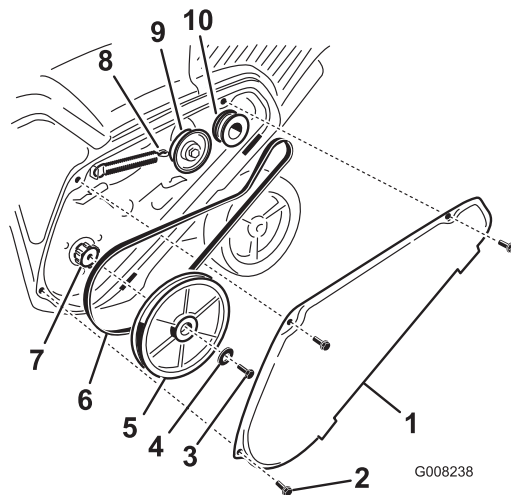

Figure 37
1. Enlevez le couvercle de la courroie d'entraînement après avoir retiré les 3 boulons comme montré à la Figure 37.
2. Débranchez le ressort de frein du bras de la poulie de tension pour détendre la courroie (Figure 37).
3. Enlevez la vis et la rondelle bombée qui retiennent la poulie de rotor (Figure 37).
4. Retirez la poulie de rotor et la courroie d'entraînement (Figure 37).
Remarque: Acheminez la courroie neuve autour de la poulie du moteur, puis de la poulie de tension, et enfin autour de la poulie de rotor desserrée, située juste au-dessus de l'arbre de rotor (Figure 37).
6. Montez la poulie de rotor sur l'arbre de rotor (Figure 37).
7. Montez la rondelle bombée et le boulon de fixation de la poulie de rotor, et serrez-les solidement (Figure 37).